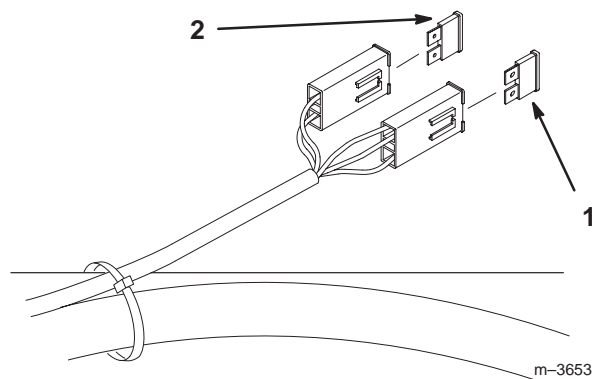

Figure 62
1. Soulevez le siège pour accéder au porte-fusibles (Fig. 62).
2. Pour remplacer un fusible, tirez dessus pour l'enlever (Fig. 62).